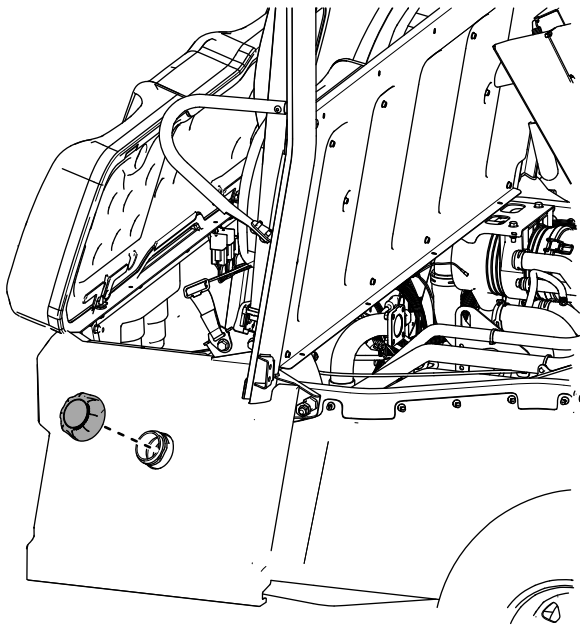

Bild 60
33. Bringen Sie den Tankdeckel an der linken, hinteren Sitzunterteilplatte an (Bild 60).